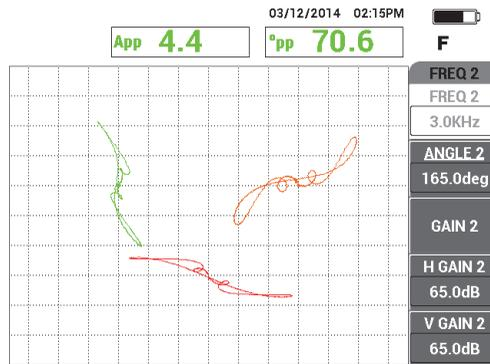

Figura 5-141 Escaneo de la arandela de soporte
7. Coloque la sonda en un área exenta de defectos que se encuentra cerca de la arandela de soporte del tubo. Después, pulse el pedal NULL (cero). Escanee la arandela de soporte y pulse la tecla FREEZE (❄) cuando ha finalizado. Vea la Figura 5-141 en la página 246.